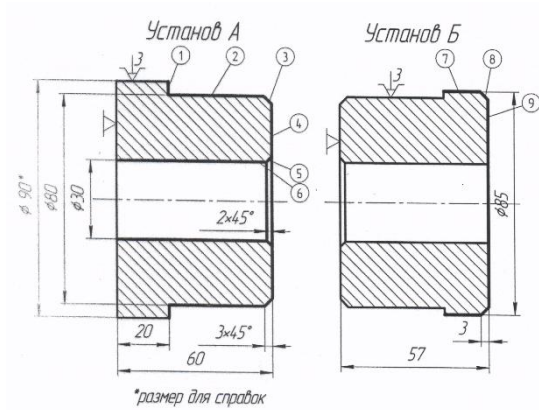

Рисунок 1 Операционные эскизы
1. Деталь (втулку) изготавливают в условиях серийного производства и из горячекатанного проката, разрезанного на штучные заготовки. Все поверхности обрабатываются однократно. Токарная операция выполняется согласно двум операционным эскизам по установкам (рис.1).